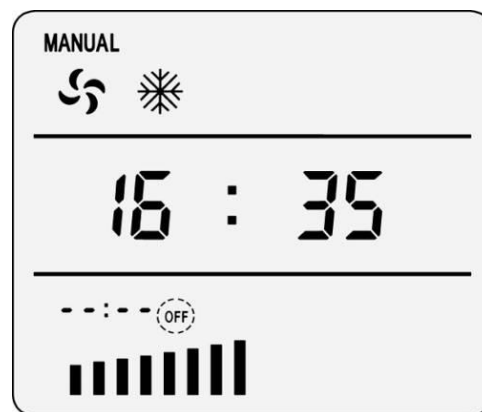

Рис. 8.6 Установка таймера выключения
2) нажмите кнопку , на экране отобразится «--:--», мигание надписи «OFF» означает, что параметры таймера отключения не заданы (рис. 8.6);